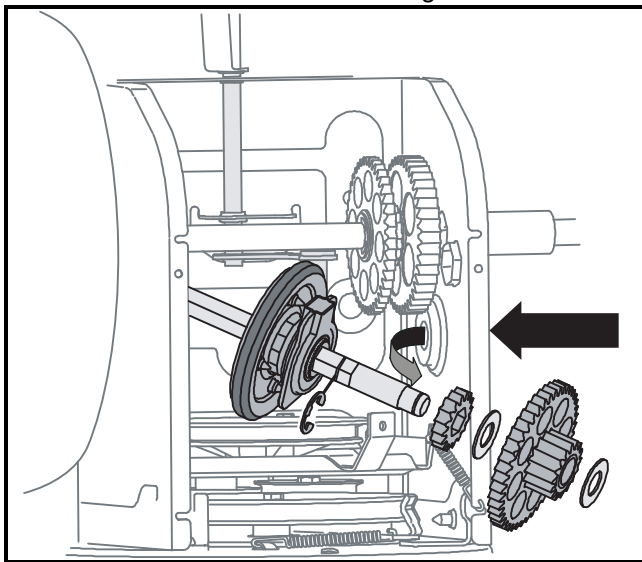

Figure 28
- Faites ensuite glisser l'arbre hex. vers le bas et la gauche tout en dégageant lentement les engrenages inférieurs des engrenages supérieurs sur l'essieu de la roue. Voir la Figure 28 .